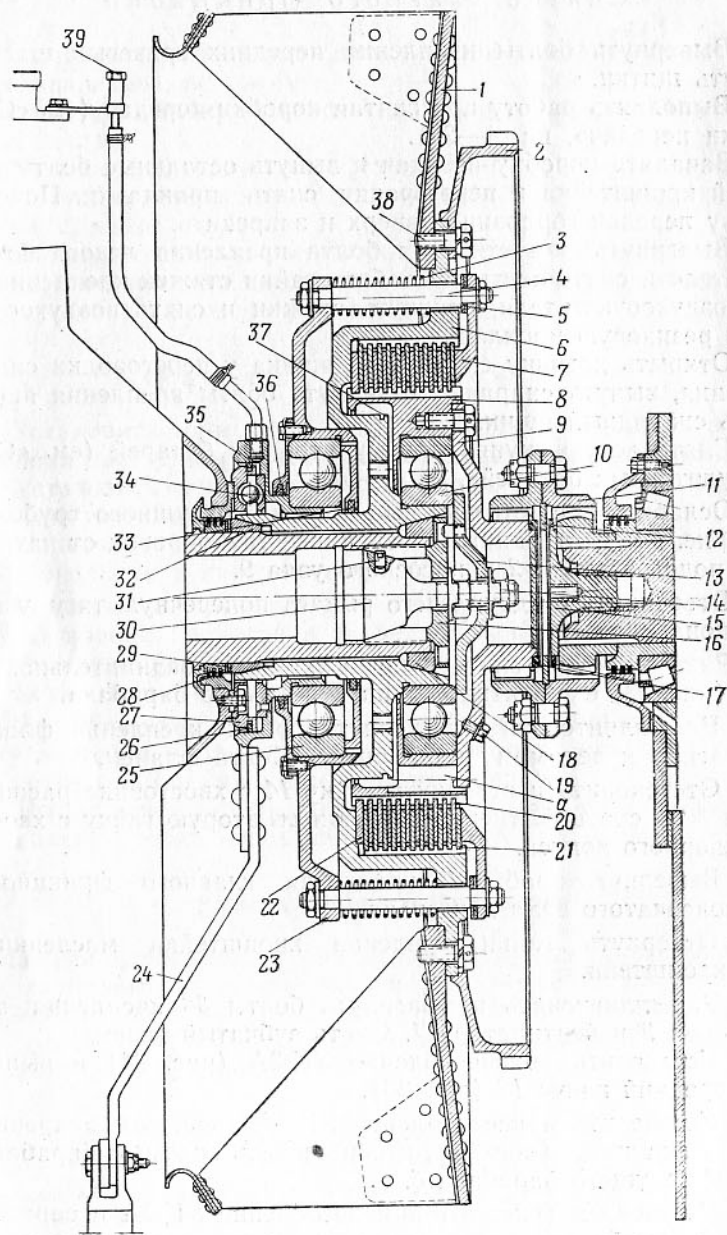
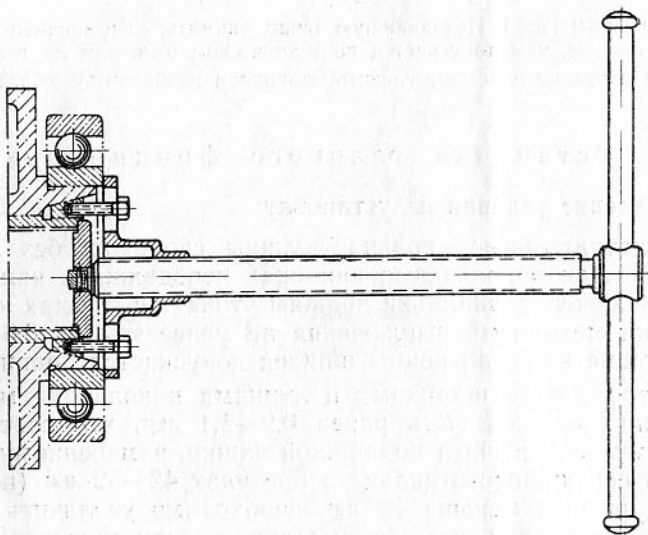
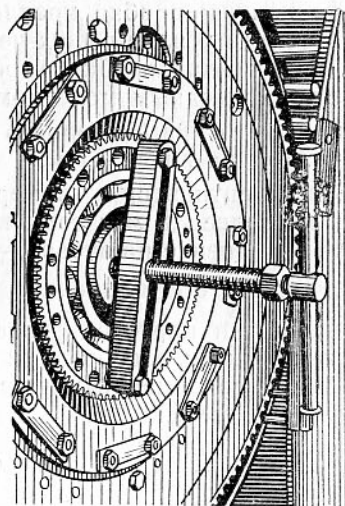
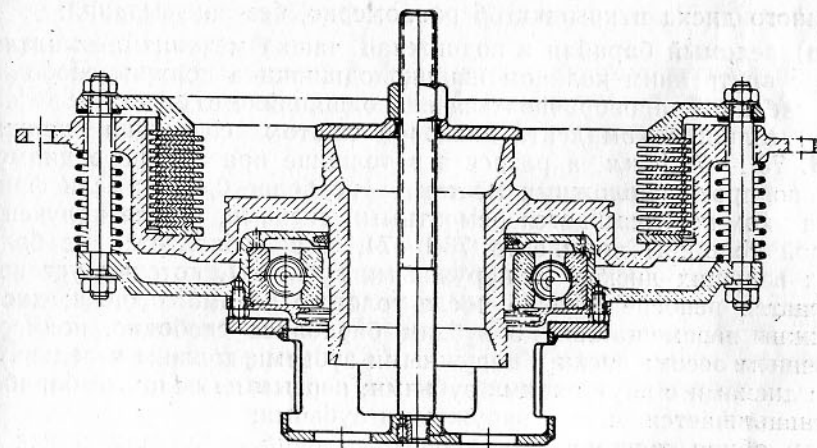

Рис. 33. Главный фрикцион (разрез):
Рис. 34. Установка приспособления УК-3А для спрессовки переднего конуса
Рис. 35. Установка приспособления УК-3А для спрессовки внутреннего (ведомого) барабана главного фрикциона
Рис. 39. Установка приспособления УК-9А для сжатия пружин главного фрикциона
9. Разъединить и снять переднюю часть соединительной муфты 11 (рис. 33) с зубчатки фланца 9 ведомого барабана.
15. Установить приспособление УК-3А (рис. 34) и выпрессовать передний конус 18 (рис. 33).
16. Установить приспособление УК-3А (рис. 35), закрепив его болтами фланца 9 (рис. 33), и спрессовать ведомый барабан 8 со ступицы ведущего барабана 6.
18. Снять задний конус 32 (рис. 33) и регулировочные прокладки 29 с носка коленчатого вала. Собрать шарики 34.
18. Установить между частями соединительной муфты 11 (рис. 33) два резиновых кольца 17 и одно проставочное кольцо 12 и закрепить части соединительной муфты болтами с гайками. Гайки зашплинтовать шплинтами.
гулировочных шайб 5 (рис. 33) с пальцев 4 отжимного диска или заменой комплекта дисков трения (см. «Замена дисков главного фрикциона»).
1. Выпрессовать из шарикоподшипника 25 (рис. 33) отжимного диска 23 подвижную чашку 35 механизма выключения.
4. Установить (рис. 39) ведущий барабан в сборе на приспособление УК-9А нажимным диском вверх и сжать пружины.
5. Отстопорить и отвернуть гайки крепления нажимного диска 7 (рис. 33), снять стопорные планки, нажимной диск и регулировочные шайбы 5 с пальцев 4.
1. Запрессовать шарикоподшипник 25 (рис. 33) в отжимной диск 23 (см. Технические условия, п. а).
4. Установить отжимной диск 23 на приспособление УК-9А (рис. 39) пальцами 4 (рис. 33) вверх. Надеть на пальцы пружины 3. Вставить ведущий барабан 6 ступицей в отжимной диск.